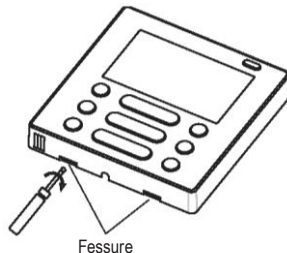

Fig. 3-4
- Inserire un cacciavite nelle fessure della parte inferiore del termostato (2 punti) e rimuovere la parte superiore del termostato. (Fig. 3-4)